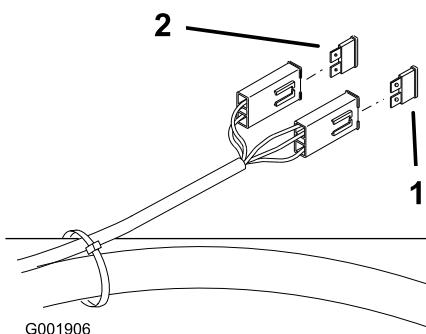

Figura 52
- Para cambiar un fusible, tire del fusible para retirarlo (Figura 52).